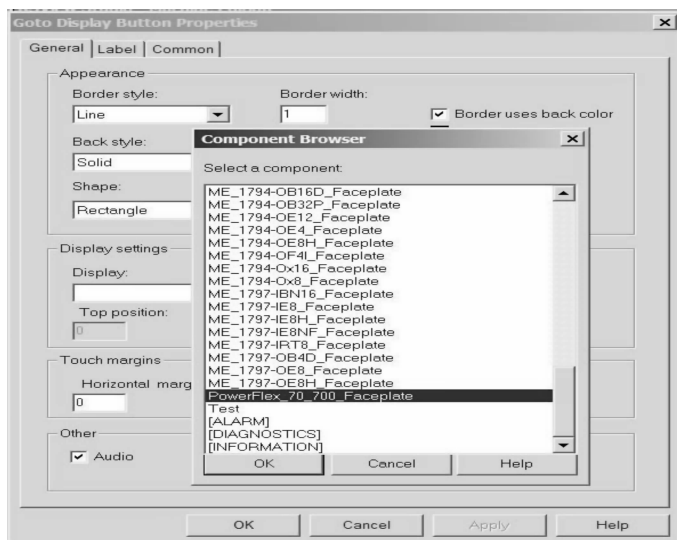

图 24-37 分配 PowerFlex 面板显示界面
1) 选择“显示”（Display）旁的浏览按钮，并分配 PowerFlex 面板显示界面，如图 24-37 所示。